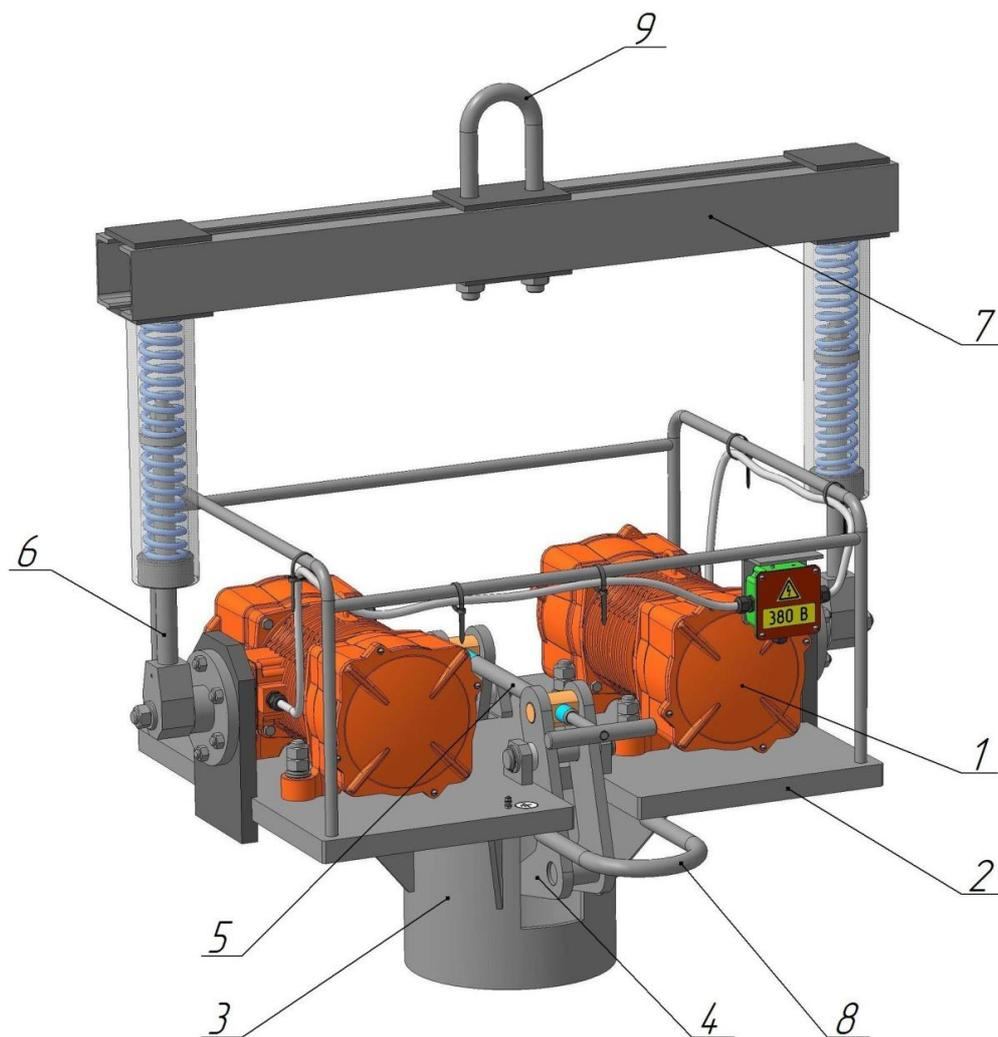
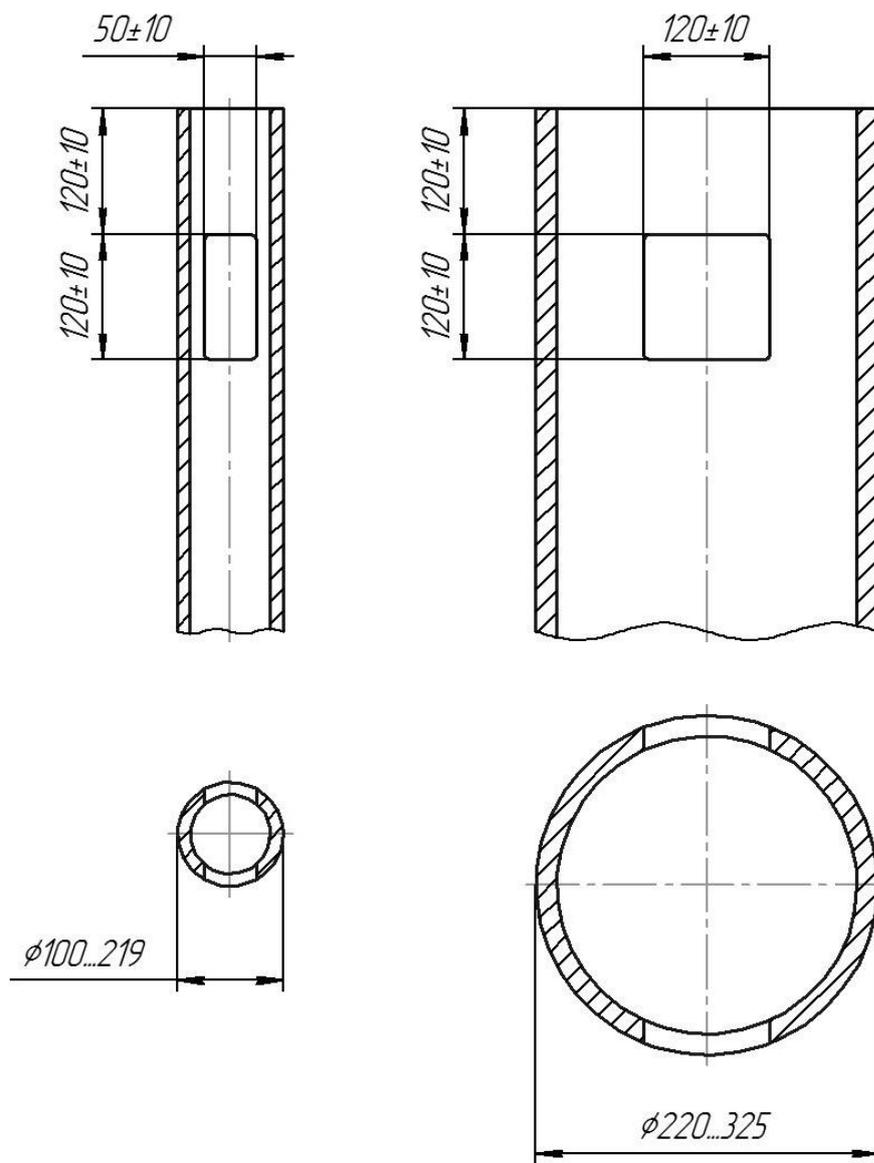

Рисунок 2. Вибропогружатель ВП – 48-25М
Рисунок 4. Расположение и форма пазов для крепления в трубах от $\phi 100$ до $\phi 325$.
Вибропогружатель ВП – 48-25М (рисунок 2) состоит из: траверсы (поз. 7), плиты (поз. 2) и наголовника (поз. 3). Два вибратора (поз. 1) установлены на плите (поз. 2), которая крепится к подпружиненным штокам траверсы (поз. 6).
Фиксация погружаемого элемента в наголовнике вибропогружателя осуществляется за счет сведения «когтей» (рисунок 2; поз. 4) при помощи регулировочного винта. Для передачи колебаний погружаемому элементу обязательно должно быть обеспечено его жесткое крепление в наголовнике вибропогружателя. Для жесткой фиксации, в погружаемых трубах (в верхней части) необходимо сделать пазы для захвата их «когтями» вибропогружателя (рисунок 4).
7.4 Порядок работы с вибропогружателем (рисунок 2): развести «когти» (поз. 4) при помощи регулировочного винта (поз. 5); приподнять вибропогружатель используя скобу грузовую (поз. 8); опустить его на бок грузовой скобой вверх; завести погружаемый элемент в наго-